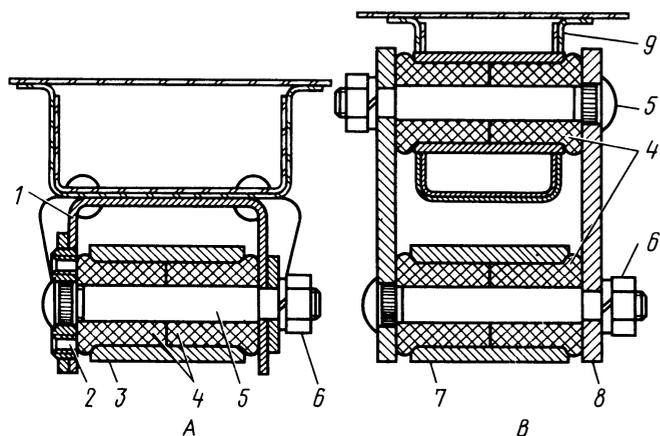

Рис. 148. Крепление концов рессоры:
Все пальцы 5 (рис. 148) крепления рессор одинаковы и запрессованы в шайбы 2 или щеки 8 серег. Противоположные концы пальцев затягиваются гайками 6.
5. Отсоединить задний конец рессоры, отвернув две гайки 6 (см. рис. 148, В).